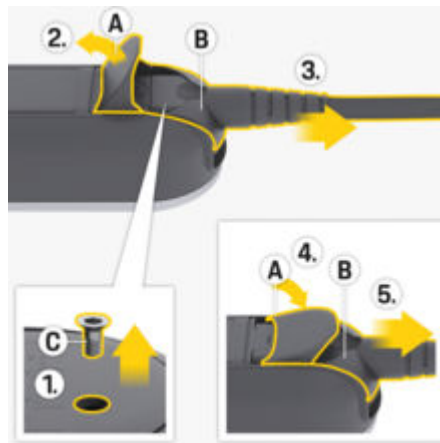

Рис. 121 Виймання мережного кабелю
1. Відкрутіть гвинт **C** (Рис. 121) за допомогою відповідного інструмента.
2. Повністю відкрийте кришку **A** (Рис. 121).
3. Витягніть штекер **B** (Рис. 121) до першого упору.
4. Опустіть кришку **A** (Рис. 121) приблизно на 15 градусів (кришка може прилягати до штекера **B** (Рис. 121)).
5. Повністю витягніть штекер **B** (Рис. 121).